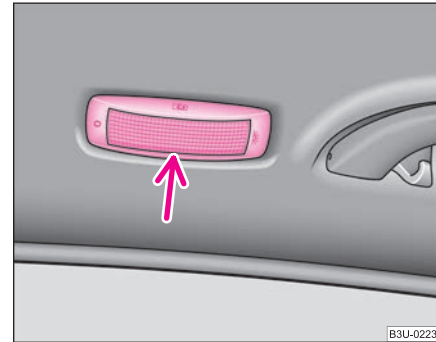

Fig. 208 Lampa interioară spate, fără senzori pentru supravegherea interioară
- Introduceți o șurubelniță mică în fanta de lângă capacul lămpii ⇒ fig. 208 și mișcați capacul cu atenție.